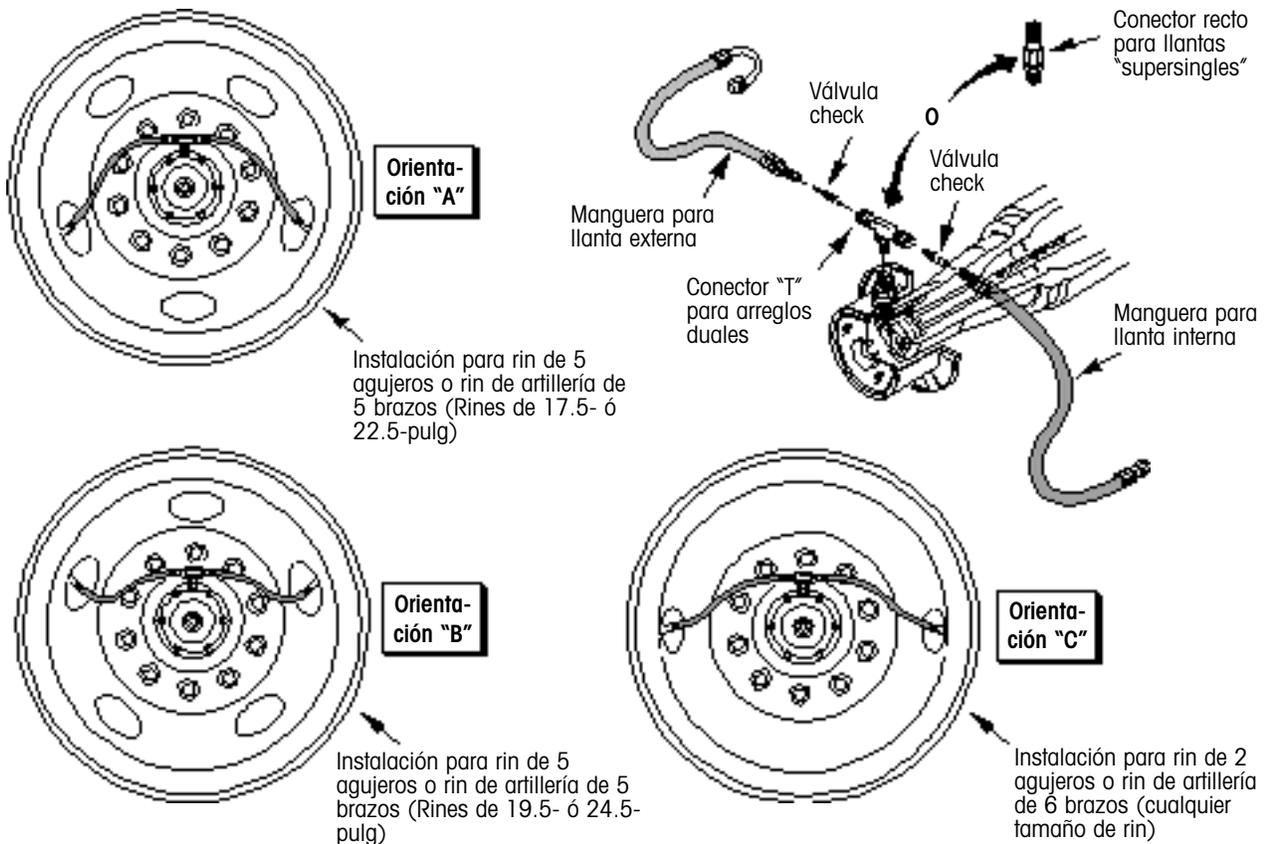

Figura 31. Retiro e instalación de llantas
1. Desconecte las mangueras de la "T" (figura 31).
3. Observe y registre la orientación del rin con respecto a la maza antes de retirar la llanta (orientación A, B, o C. Consulte la figura 31).
4. Retire y reinstale la llanta. Procure no dañar el conector de la tapa de la maza. Asegúrese que la llanta este orientada con respecto a la maza como se indica en la figura 31.